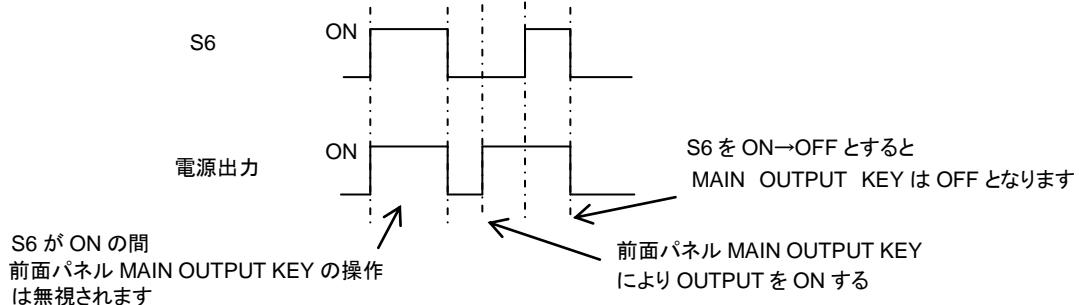

Fig.11 S6 と前面パネル MAIN OUTPUT KEY との関係
- Fig.11 に S6 と前面パネル MAIN OUTPUT KEY の関係について示します。